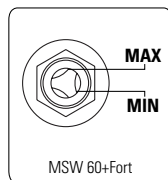

FIGURA 8.7
Óleo lubrificante (1) (compressor MSW 60+Fort) (Figura 8.7)